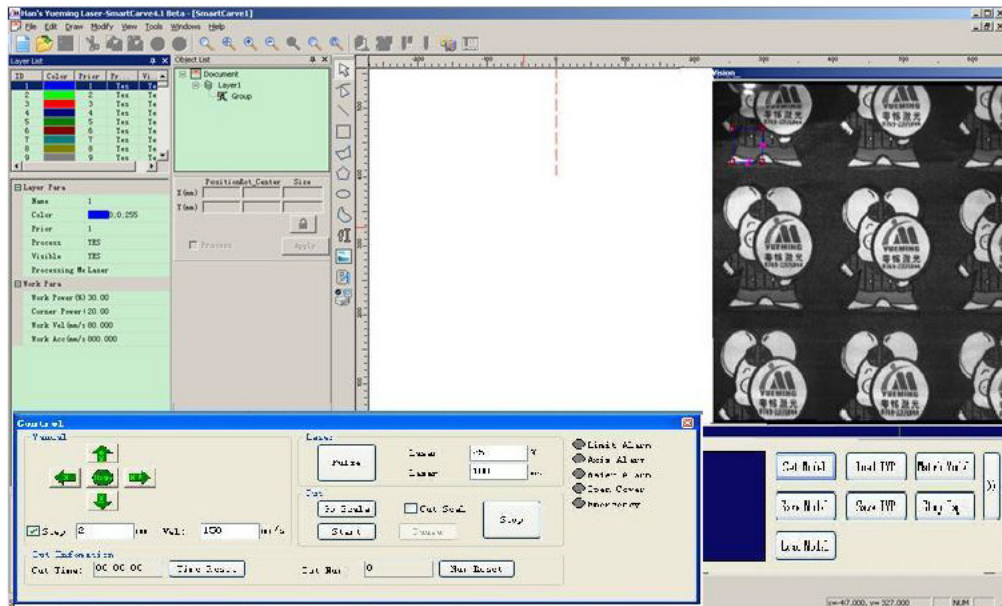

Fig. 4-2
- A. Clique no botão "Ajustar modelo" para exibir uma caixa retangular azul na área de visão, como na Fig. 4-2: